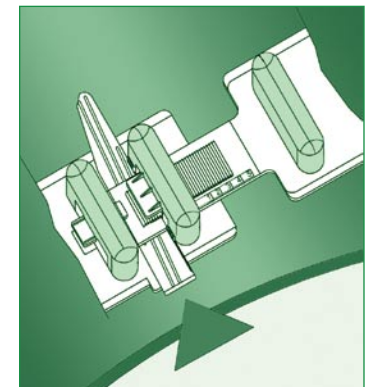

Fig. 7
7. Battere con un martello sulle estremità dei cunei in modo uniforme, fino al perfetto serraggio del collare sul tubo di linea (vedi Fig. 7).
Hit evenly with the hammer on the top of all grip wedges of the spacer, on the carrier pipe, in order to have a perfect tightening (see Fig. 7).